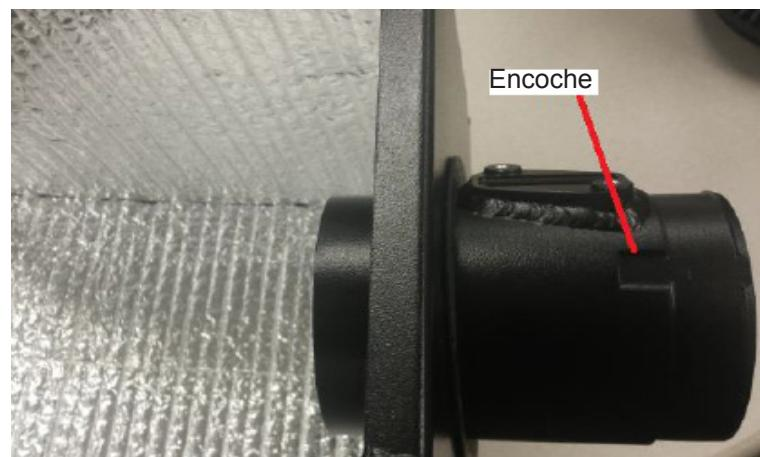

Figure 5
5. Poser le tube de débit d'air massique (MAF) dans le trou du boîtier depuis l'extérieur. Poser le tube en orientant l'encoche vers le haut, comme indiqué dans la figure 5.